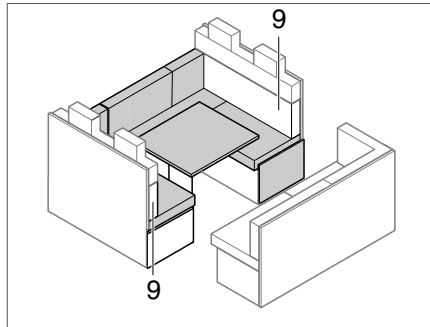

Fig. 202 Avant la transformation
- Enlever le coussin de dossier (Fig. 202, 9) et le mettre de côté.